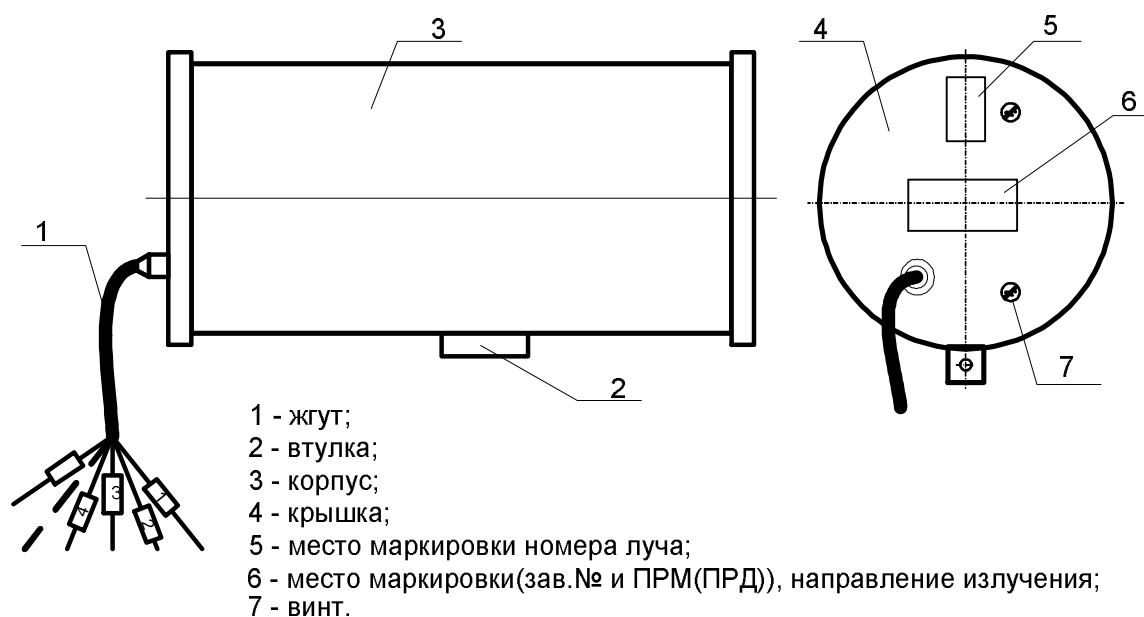

Рисунок 1.5.1 – Внешний вид ПРМ (ПРД) извещателя «ТОРОС».
1.5.3 Внешний вид ПРМ извещателя «ТОРОС» отличается от ПРД только маркировкой «ПРМ» или «ПРД» соответственно, которая наносится на корпус (см. рисунок 1.5.1 поз. 6). Также на корпусе нанесена маркировка номера луча, поз. 5. Несущим элементом конструкции ПРМ (ПРД) является корпус поз. 3, выполненный из радиопрозрачного термопласта. Отверстия трубы закрыты металлическими крышками поз. 4. На корпусе ПРМ (ПРД) имеется пластина, поз. 2, для крепления ПРМ (ПРД) к поворотному устройству КМЧ2.